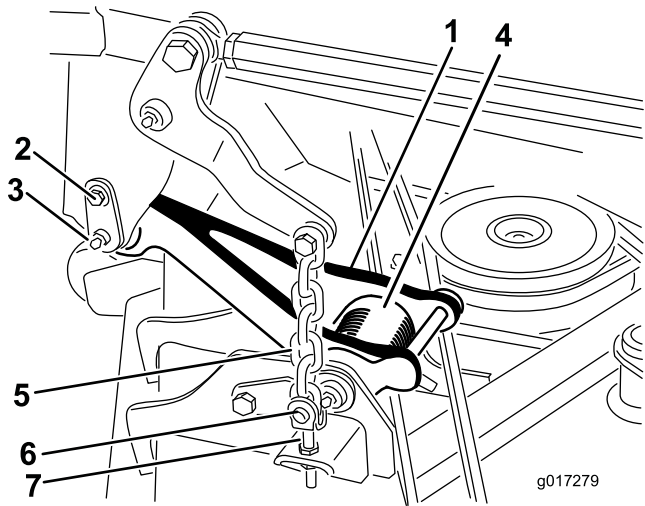

Figura 2
Nota: Quando a plataforma de corte está na posição elevada, a tensão da mola de torção da articulação (Figura 2) é reduzida, tornando muito mais fácil desligar as articulações da máquina.
2. Desligue a articulação de cada lado da máquina (Figura 2).
- A. Retire o parafuso do ombro que prende o pino de retenção à estrutura da carroçaria (Figura 2).
- B. Deslize cuidadosamente o pino de retenção da estrutura da carroçaria e articulação (Figura 2).
6. Retire os (4) ganchos de anel e pinos de segurança que prendem as correntes de elevação aos passadores de ajuste no cortador (Figura 2).
2. Instale os (4) ganchos de anel e pinos de segurança para prender as correntes de elevação do cortador aos passadores de ajuste no cortador (Figura 2).
5. Alinhe a articulação à estrutura e ligue a articulação ao pino de retenção (Figura 2). Prenda o pino de retenção na estrutura com o parafuso de ombro (Figura 2).